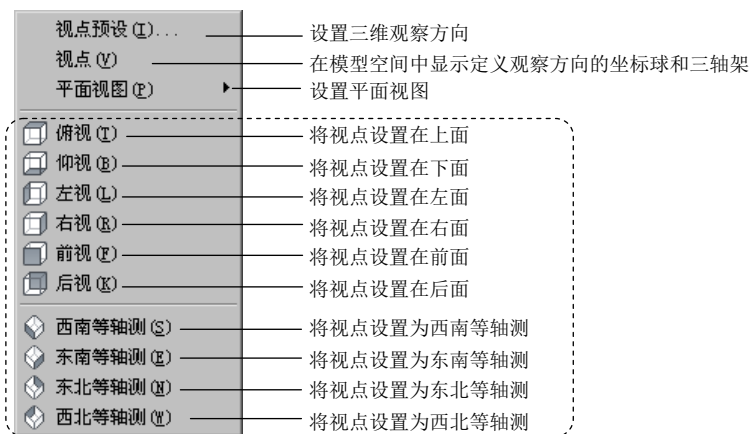

图 13.2.5 子菜单
视图(V) → 三维视图(U) 子菜单中的各命令(图 13.2.5)时,可以快速地切换到某一个特殊的视点。